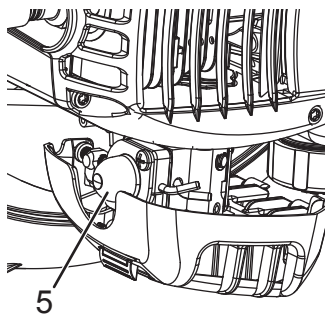

Fig. 16
2. Pressez la poire d'amorçage à 7 reprises. [Fig. 16]